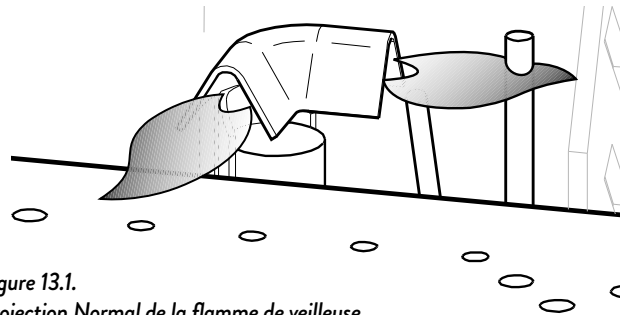

Figure 13.1.
2. **FLAMME DE VEILLEUSE :** Vous pouvez surveiller la flamme de la veilleuse située derrière le brûleur à l'arrière de la boîte à feu. La flamme de la veilleuse doit être stable, sans se soulever ni flotter. La flamme doit être de couleur bleue autour de la hotte de la veilleuse, avec des traces de jaune vers les bords extérieurs. Figure 13.1.